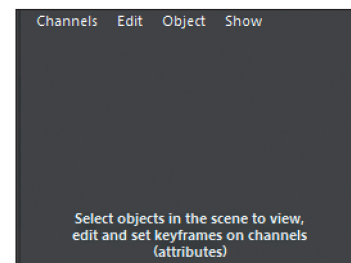

Figura C.11 Channel box.
- Nel Channel Box compare una dicitura che invita alla selezione di un elemento, per poterne gestire i valori attraverso i vari canali di trasformazione (Fig. C.11);